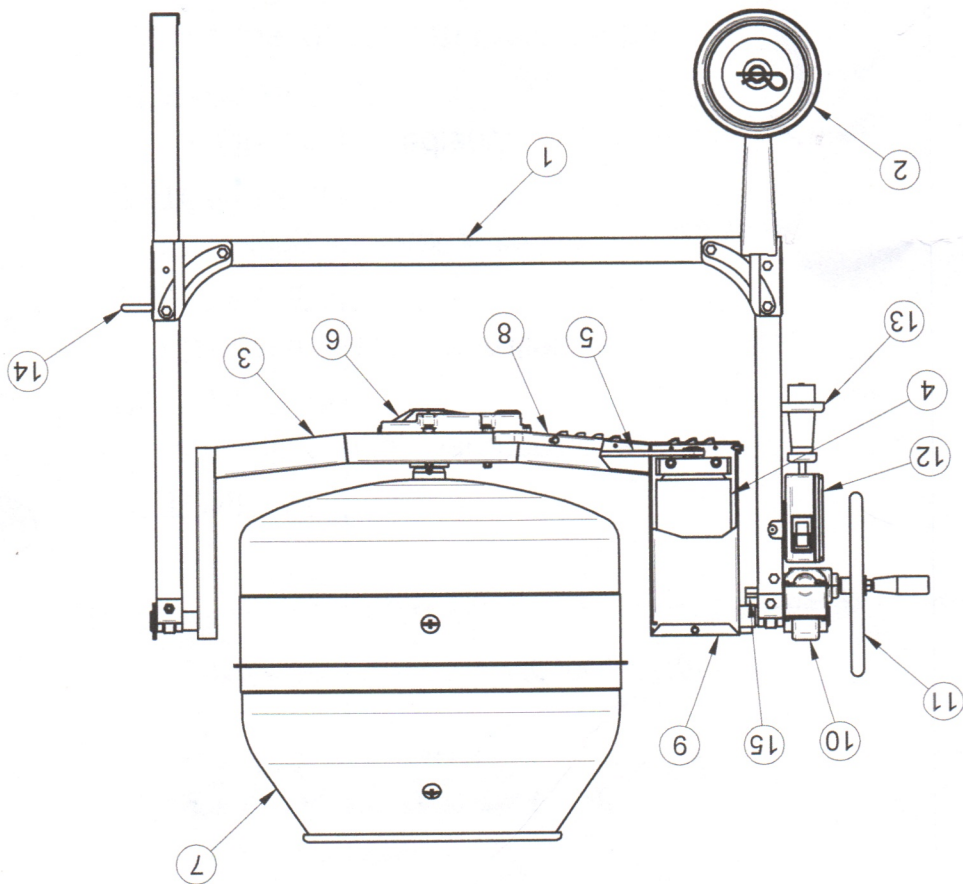

FIG.1
Conectar el cable de alimentación eléctrica a la clavija del cuadro eléctrico. Poner en marcha la hormigonera mediante el interruptor ubicado en el cuadro eléctrico (rif. 12, fig. 1). Este está compuesto de dos teclas: verde para el encendido, rojo para la parada. El interruptor está dotado de protección de mínima tensión: si se verifica una falta de alimentación por causas accidentales, para volver a poner en marcha es necesario pulsar nuevamente el pulsador de encendido verde.
El vaciamiento debe realizarse con la cuba de mezcla en funcionamiento, inclinando la boca de la cuba hacia abajo mediante la rotación del correspondiente volante (rif. 11, fig. 1).
La hormigonera está compuesta por un bastidor (ref. 1, fig. 1) con dos ruedas rígidas (ref. 2, fig. 1), el cual sostiene un brazo oscilante (ref. 3, fig. 1). Sobre este último se encuentra montado el reductor (ref. 6, fig. 1), que viene puesto en movimiento por el motor eléctrico (ref. 4, fig. 1) mediante una correa poly-V aislante (ref. 5, fig. 1). Sobre el árbol de salida cónico del reductor está acoplada la cuba de mezcla (ref. 7, fig. 1), bloqueada en posición con un tornillo. El vuelco de la cuba se efectúa por medio de la rotación manual del volante (ref. 11, fig. 1), que actúa sobre el reductor rueda helicoidal-tornillo sinfin (ref. 10, fig. 1) conectado al brazo. El encendido y la parada del motor eléctrico se realizan por medio de dos pulsadores específicos presentes en el cuadro eléctrico (ref. 12, fig. 1). En el cuadro eléctrico se encuentra el enchufe volante (ref. 13, fig. 1) para la conexión a la alimentación eléctrica. Para el desplazamiento en la obra (con máquina descargada) se debe usar la manija (ref. 14, fig. 1).